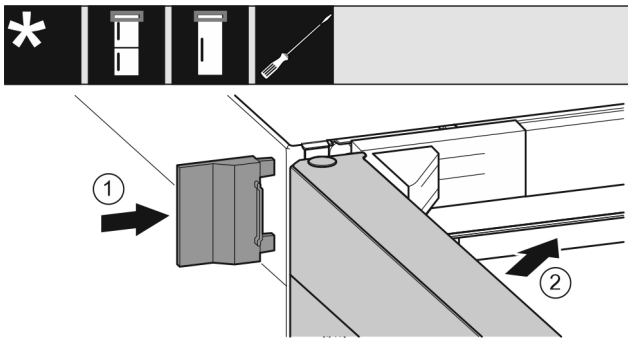

Fig. 18
- ▶ 插入外盖。 Fig. 18 (1)
- ▶ 关闭冰箱上方门。 Fig. 18 (2)